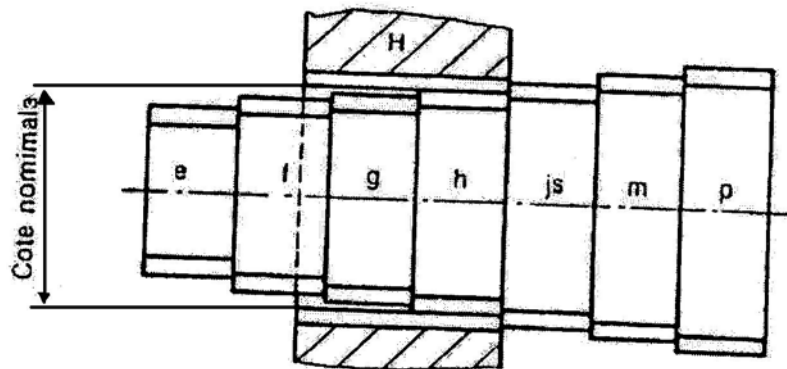

Figure 3
- Système à alésage normal (figure 3)